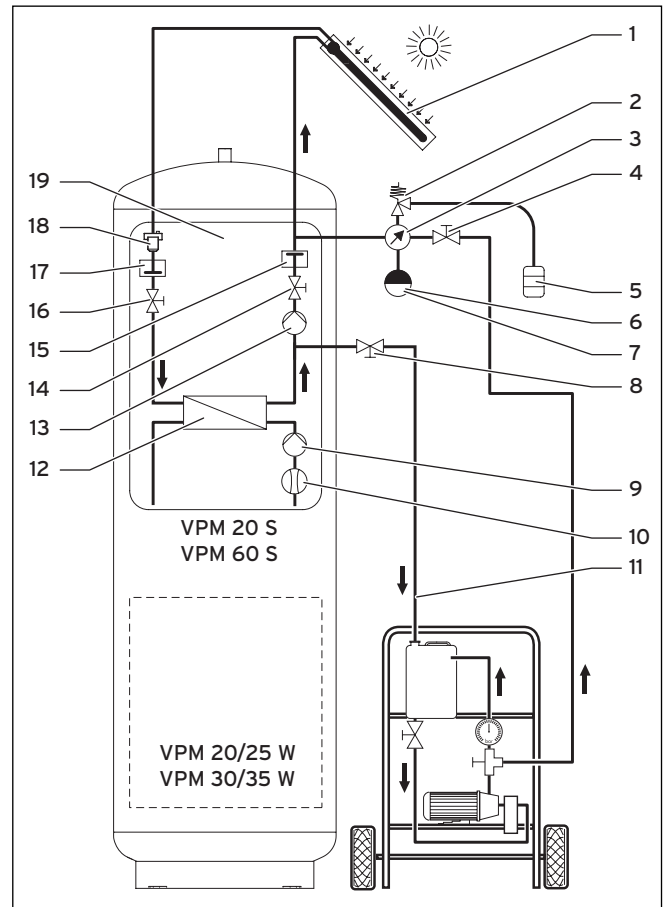

Abb. 5.7 Solarkreis und Befülleinrichtung
- Öffnen Sie die Füll- und Entleerungsventile (→ 4, 8, Abb. 5.7) an der Solarladestation vollständig, um einen maximalen Volumenstrom sicherzustellen.
- Öffnen Sie das Absperrventil (→ 16, Abb. 5.7) im Solarkreis-Vorlauf der Solarladestation.
- Schließen Sie das Absperrventil (→ 14, Abb. 5.7) im Solarkreis-Rücklauf der Solarladestation.
- Stellen Sie das Absperrventil (→ 14, Abb. 5.7) im Solarkreis-Rücklauf der Solarladestation auf 45° (Rückschlagklappe außer Funktion).
- Lassen Sie die Befüllpumpe weitere 5 Minuten laufen, um den Rohrstrang zwischen Füll- und Entleerungsventil (→ Abb. 5.7), und Absperrventil-Rücklauf (→ 14, Abb. 5.7) zu entlüften.
- Stellen Sie beide Absperrventile (→ 4, 8, Abb. 5.7) in die Betriebsposition (1).
- Schließen Sie die Füll- und Entleerungsventile (→ 4, 8, Abb. 5.7) und stellen Sie umgehend die Befüllpumpe ab.
- Schließen Sie das Füll- und Entleerungsventil (→ 8, Abb. 5.7).